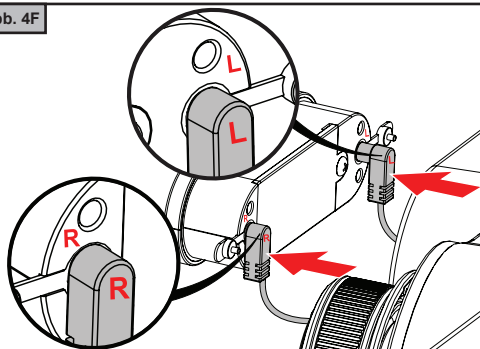

Abb. 4G
8. Legen Sie das Thermometer in das Gehäuse zurück (Abb. 4G).